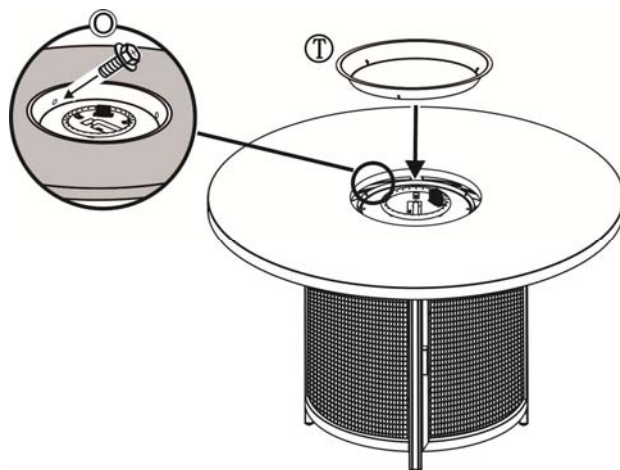

Figura 3
3. Coloque el anillo protector de la bandeja del quemador en el quemador de la base del fogón como se muestra en la figura 3. Asegure el anillo protector de la bandeja del quemador a la bandeja del quemador utilizando los tres tornillos M4.